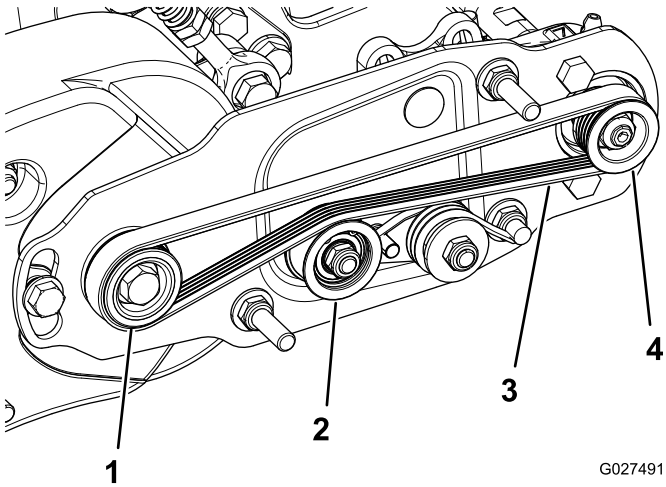

Bild 13
- Verlegen Sie den Riemen um die **Antriebsscheibe** und dann über die Oberseite der Spannscheibe (**Bild 13**).